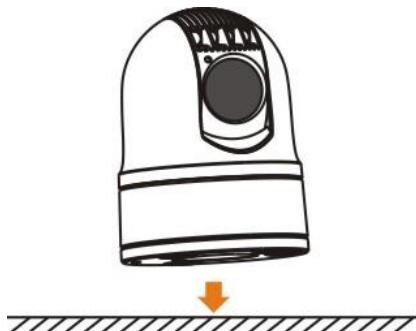

Рис. 11- Монтаж камеры
1.Извлеките из упаковки камеру и прочно закрепите ее на гладкой намагничиваемой металлической поверхности (см. рис. 11).